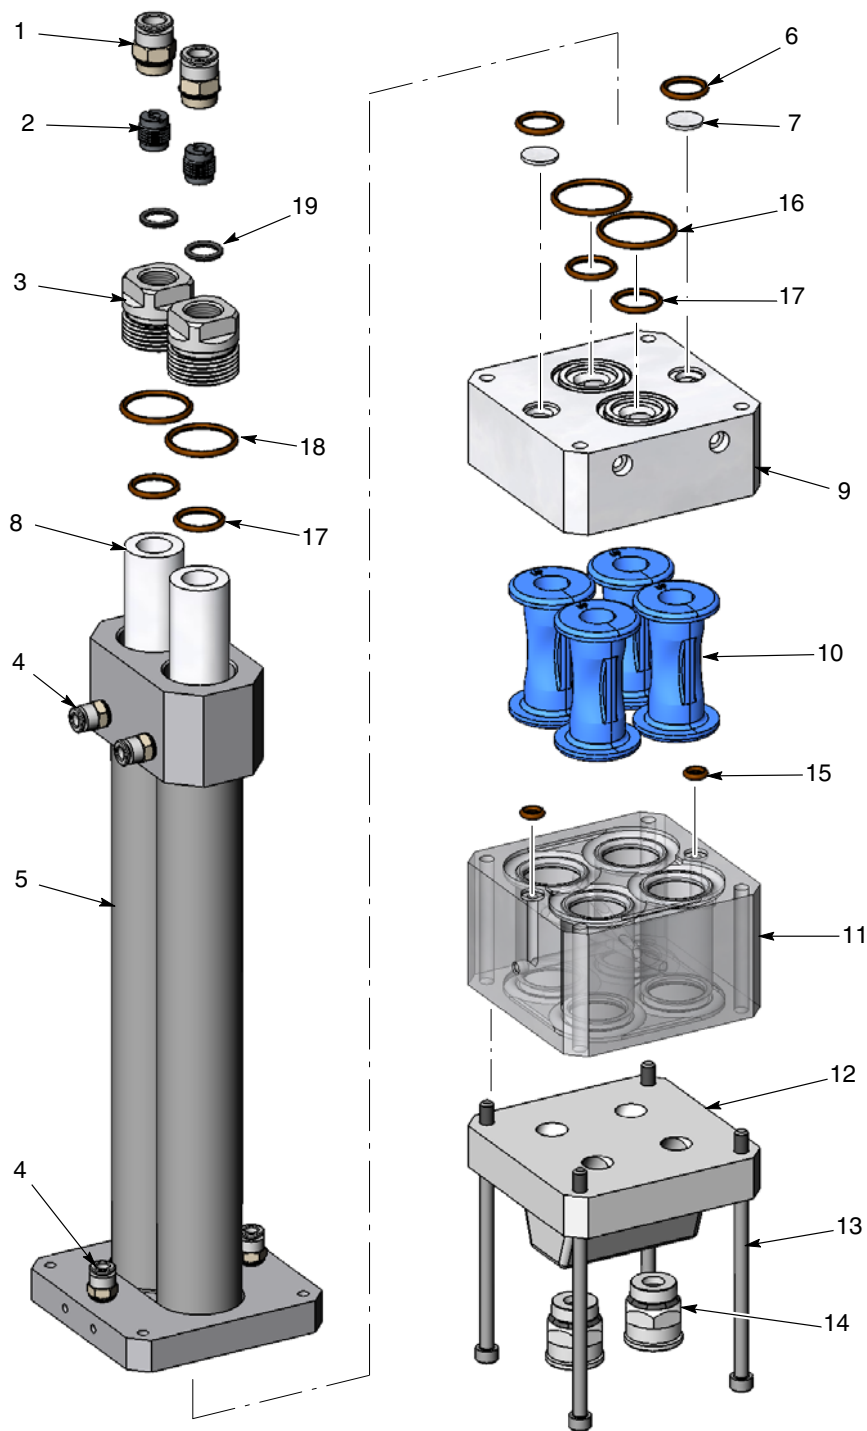

Figura 11 Dezasamblarea și asamblarea pompei
6. A se vedea Figura 11. Dezasamblați pompa așa cum este prezentat, începând cu tuburile de fluidizare.